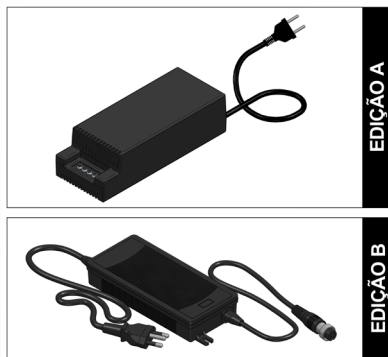

Figura 4
**3. Fonte de Energia:** Componente responsável por alimentar o equipamento com energia (**Figura 4**).